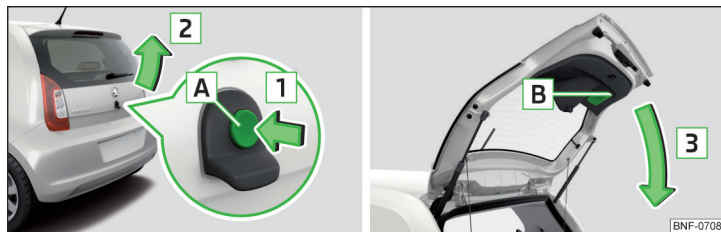

Fig. 34 Apertura/chiusura del portellone bagagliaio
Il tasto **A** » fig. 34 a pag. 44 viene disattivato alla partenza e/o da una velocità superiore a 5 km/h. Dopo la sosta e l'apertura di una porta, il tasto viene riattivato.
- » Per l'**apertura** premere il tasto **A** in direzione della freccia **1** » fig. 34.